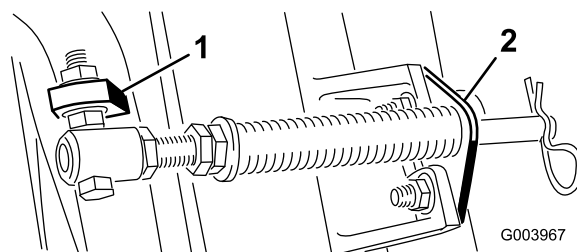

Figura 6
- C. Monte el tornillo de caperuza del tubo del muelle a la otra pestaña del bastidor de tiro y fíjelo con la tuerca con arandela prensada. La cabeza del tornillo de caperuza debe colocarse en el exterior de la pestaña, según se muestra en Figura 6.
- D. Monte el soporte de la varilla en las pestañas de la unidad de corte con los pernos de cuello cuadrado y las tuercas (Figura 6).